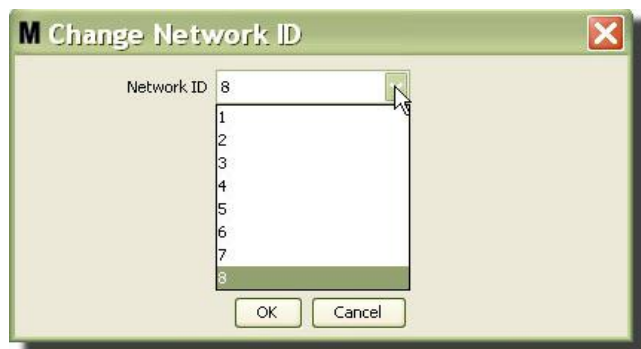

Рис. 85
3. Выберите из выпадающего списка доступных идентификаторов сети выберите значение вашего местоположения (Рис. 85). Нажмите кнопку «ОК» [OK], чтобы закрыть окно и сохранить изменения.